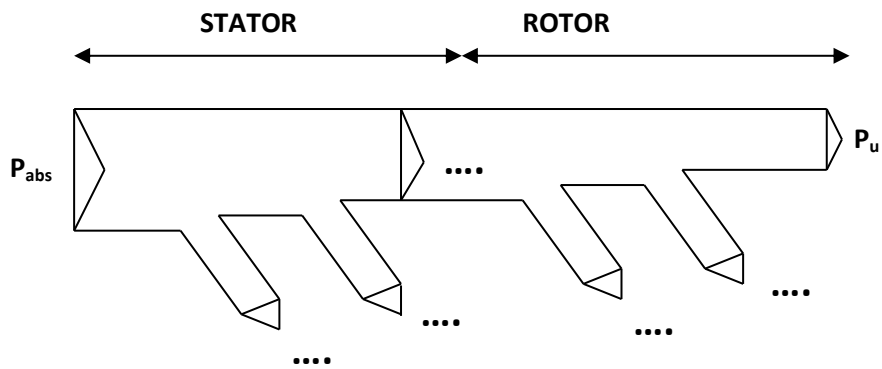

figure 5
B.2.1. Compléter l'arbre des puissances représenté figure 5 du document réponse 1 page 8 en précisant la nature des différentes puissances.